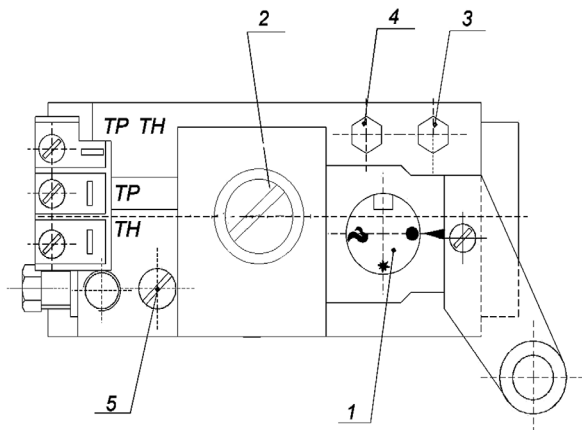

Рисунок 9. Газовый клапан 820 NOVA mv производства „Sit Group”.
8.11. Последовательность действий при пуске, включении основной горелки, регулировании температуры и остановке котла, укомплектованного предохранительным и регулирующим устройством с газовым клапаном «NOVA» 820 производства «Sit Group» или TGV-508 фирмы «TLONG ELECTRIC» (рисунок 9) необходимо выполнять указания таблицы 3.